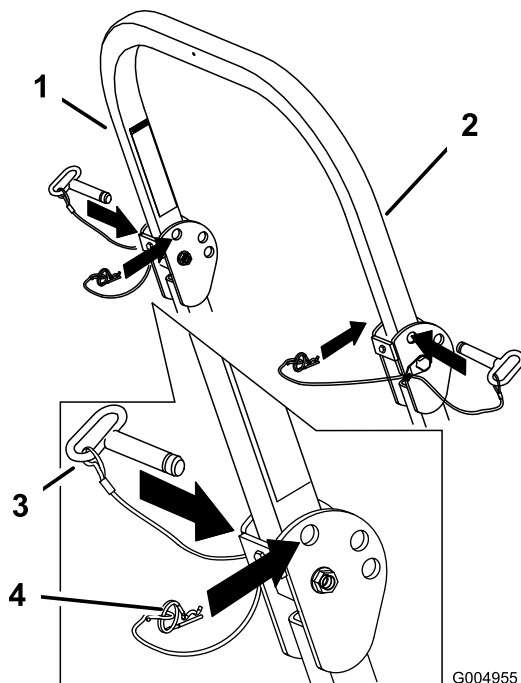

Figura 9
1. Retire los pasadores de horquilla y retire los dos pasadores (Figura 9).
3. Instale los dos pasadores y fíjelos con los pasadores de horquilla (Figura 9).
4. Para elevar la barra anti-vuelco, retire los pasadores de horquilla y retire los dos pasadores (Figura 9).
5. Eleve la barra anti-vuelco a la posición vertical, instale los dos pasadores y fíjelos con los pasadores de horquilla (Figura 9).